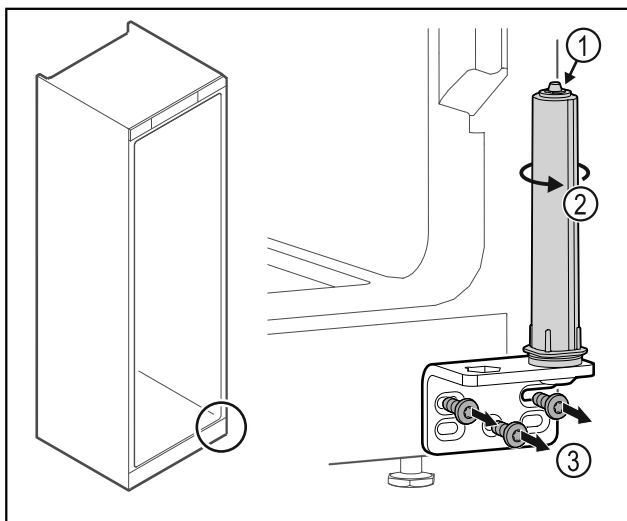

Fig. 21
- ▶ Ne rastavljajte sustav zatvaranja vrata Fig. 21 (1).
- ▶ Okrećite sustav zatvaranja Fig. 21 (2) dok ne klikne.
- ▶ Odvrnite kutne šarke Fig. 21 (3).